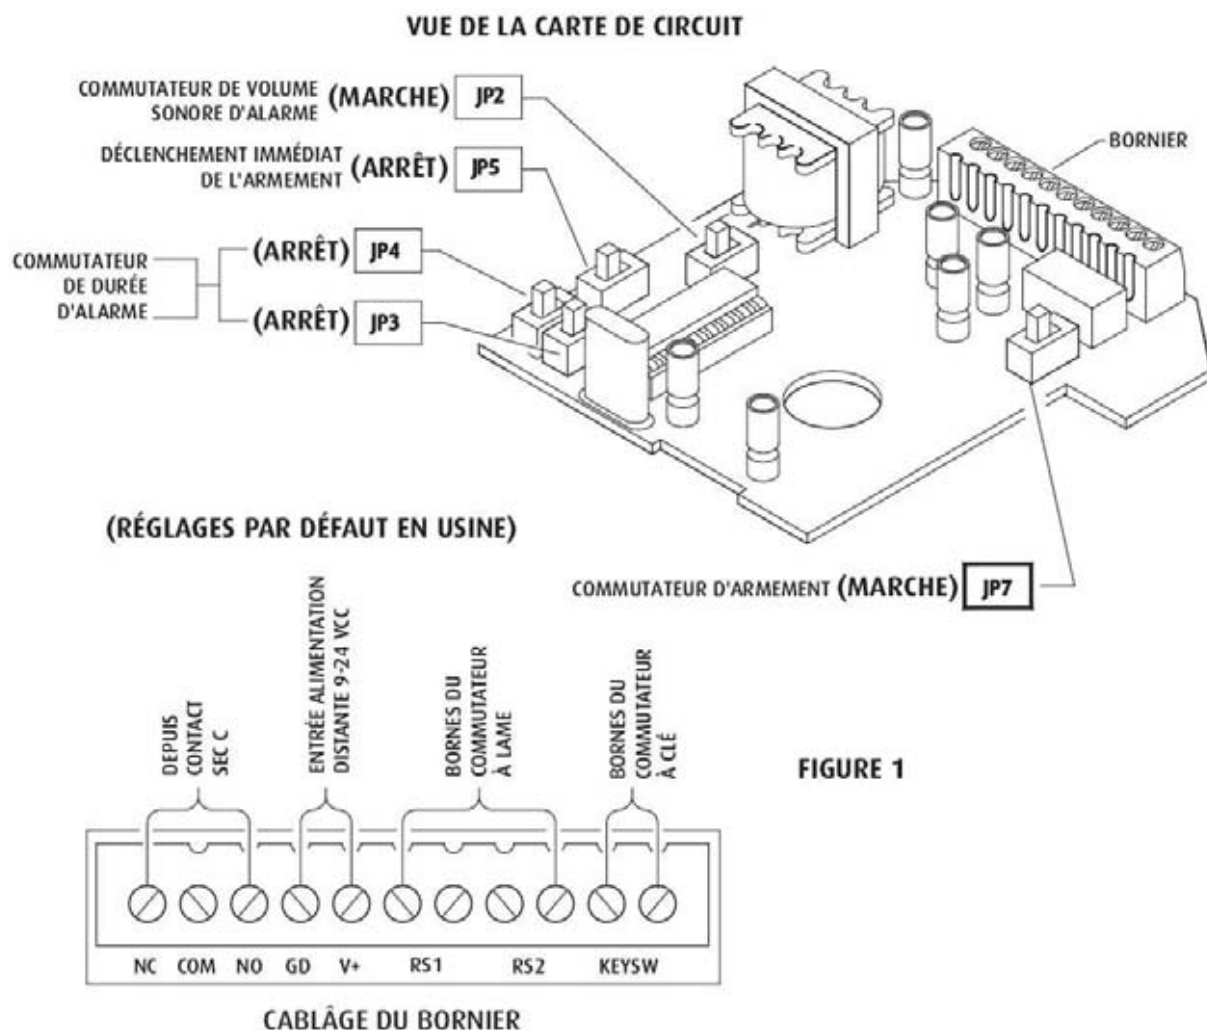

FIGURE 1
- Sur la carte régler les commutateurs sur les réglages d'alarme souhaités (Voir sur la figure 1).